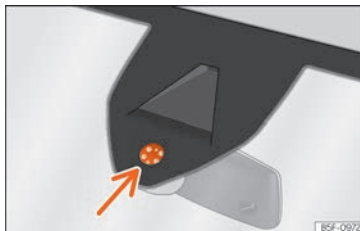

Fig. 114 Superficie sensibile del sensore pioggia.
Di seguito sono riportate alcune delle possibili cause di anomalia e di interpretazione scorretta nella zona della superficie sensibile » fig. 114 del sensore pioggia:
- Pulire regolarmente la superficie sensibile del sensore pioggia e verificare la presenza di eventuali danni sulle spazzole »» fig. 114 (freccia).